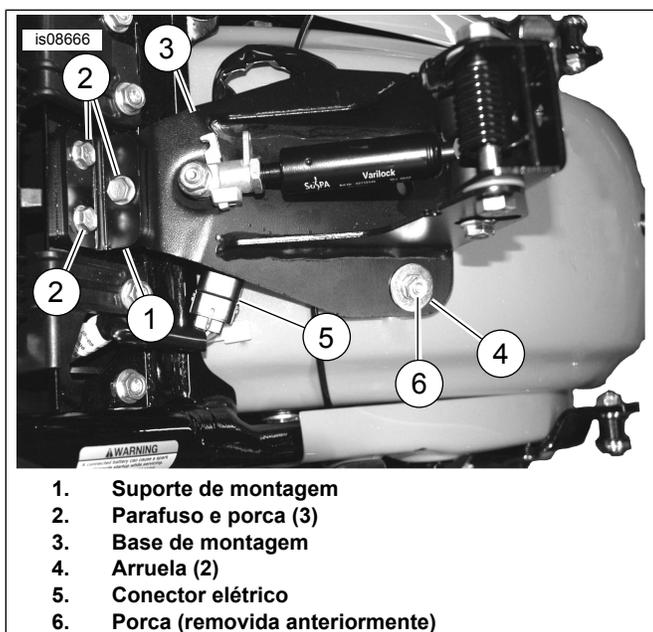
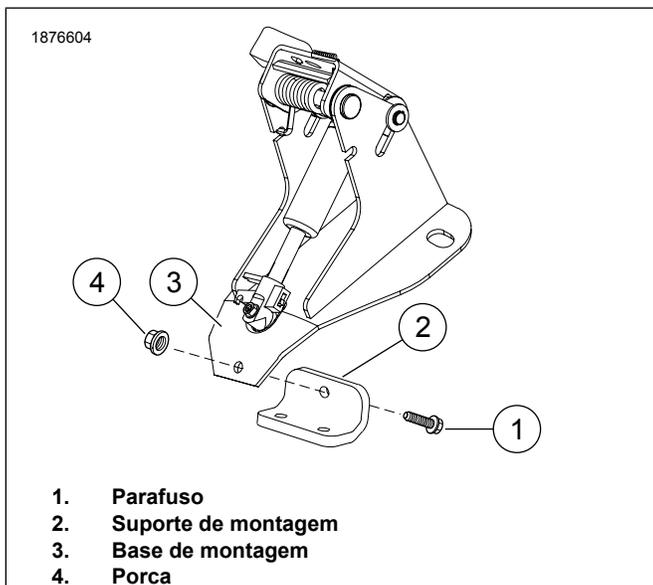

Figura 6. Instale o suporte do encosto
Figura 7. Opção de instalação alternativa para suporte de montagem
6. Veja a figura 6. Coloque o suporte de montagem (1) no lugar e instale os parafusos e porcas (2) como indicado. Deixe os parafusos desapertados. Verifique se o conector elétrico se movimenta livremente.
- a. Consulte Figura 6 e Figura 7. Se o conector elétrico (5) entrar em contato com a base de montagem (3), mova o suporte de montagem (1) atrás da base de montagem (3).
- b. Instale o parafuso (1) e a porca (4).
7. Instale as arruelas (4) e as porcas (6). Aperte.